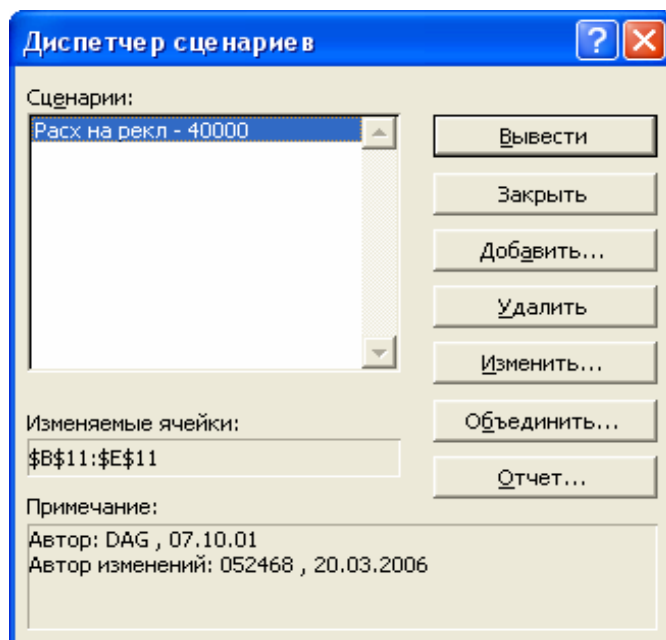

Рис.26. Диалоговое окно Диспетчер сценариев
- Выполните команду **Сервис, Сценарии** (Tools, Scenarios). При этом будет предъявлено диалоговое окно **Диспетчер сценариев** (Scenario Manager) (рис.26.), в окне отображается созданный ранее сценарий с именем «Расх на рекл — 40 000»).